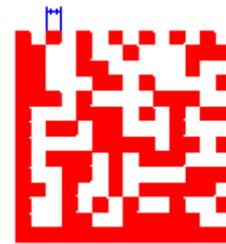

Figura 4-23 Matriz de datos
**Ancho estrecho:** el ancho de la barra de unidades (Figura 4-23)